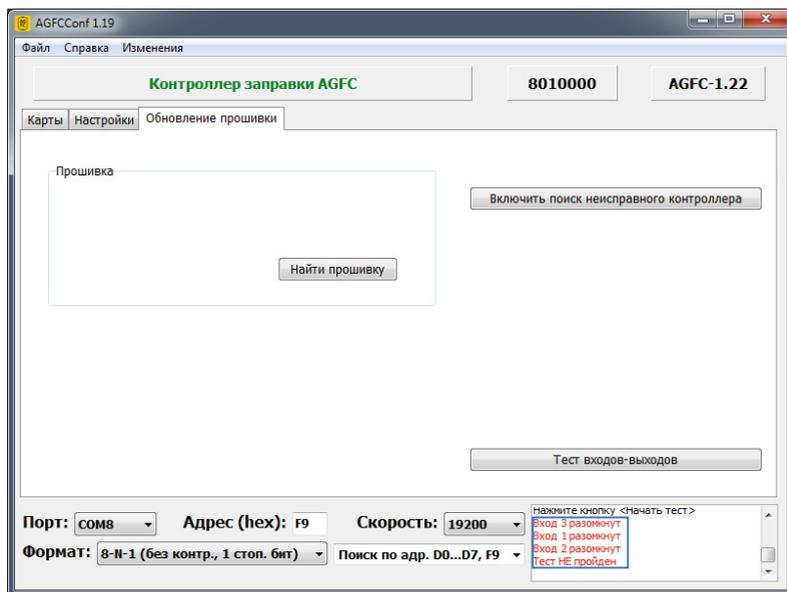

Рис.28. Состояние проверки при неисправности входов/выходов.
- Программа выполнит проверку входов и выходов и в случае неисправности отобразит ошибки в окне состояния (Рис.28).